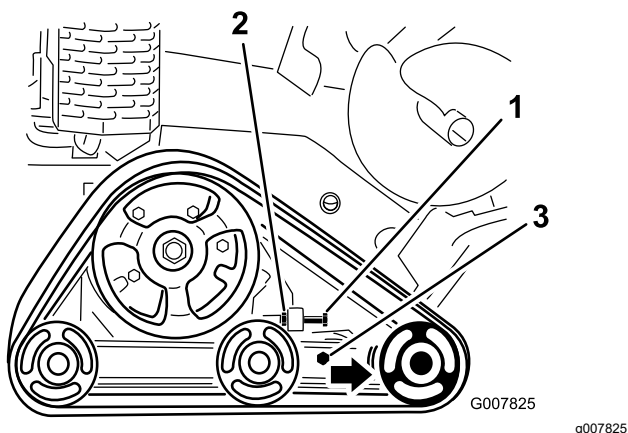

Figure 56
3. Desserrez l'écrou de blocage sur le boulon de réglage de tension de la chenille et les boulons de serrage du bras de tension (Figure 56).
4. Serrez le boulon de réglage de tension à un couple de 32,5 à 40 N·m pour tendre la chenille (Figure 56).
4. Desserrez le boulon de réglage de tension et l'écrou de blocage (Figure 56).
5. Desserrez les boulons de serrage (Figure 56).